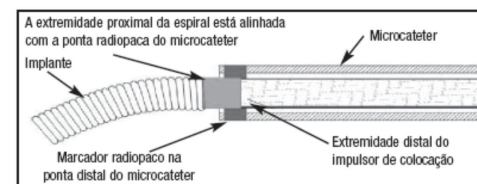

Figura 4 – Posição das fitas de marcação para separação
28. Avance a espiral até o local desejado, até que o marcador radiopaco do impulsor de colocação esteja alinhado ou ligeiramente distal do marcador radiopaco da ponta distal do microcateter, posicionando a zona de separação imediatamente fora da ponta do microcateter. Consulte a Figura 4.